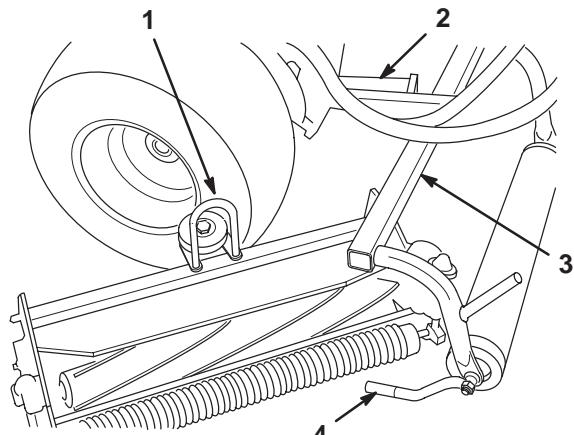

Figure 9
3. Poussez les plateaux de coupe sous les bâts de traction et placez l'anneau situé en haut des plateaux sur les bras de relevage (Fig. 9).